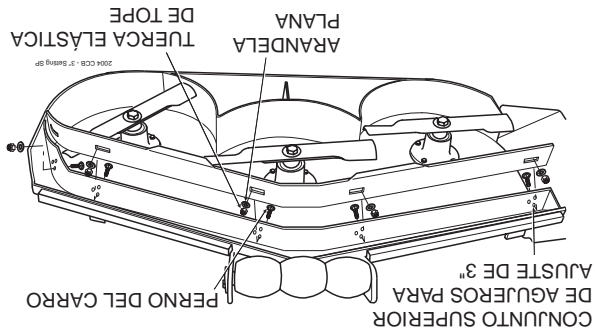

Figura 10. Posición 3" del deflector de corte personalizado
A. Posición 3" - el deflector se instala usando el conjunto superior de agujeros en el deflector frontal soldado dentro de la plataforma de corte. (Vea la Figura 10) La plataforma de corte Advantage entregará la mejor calidad de corte en césped muy alto, tieso y difícil de cortar.